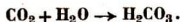

Abb. 19
10. In der etwa 1 m langen Glasröhre der Abb. 19 ist etwas Wasser und darüber Kohlendioxyd. Mit dem Kolben drückt man das Gas allmählich zusammen, wobei man die Röhre öfter schüttelt. Nach dem Schütteln kann man den Kolben immer wieder ein Stück weiter einschieben. Das Kohlendioxyd löst sich in Wasser. Öffnet man jetzt den Hahn, dann sieht man aus dem Wasser Gasblasen entweichen.